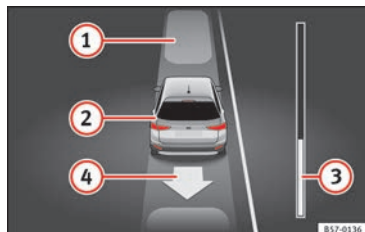

Fig. 214 En la pantalla del cuadro de instrumentos: desaparcar de un hueco en línea.
Legenda de la **fig. 214**:
7.	Retroceda hasta que suene la señal continua del ParkPilot. O BIEN: dé marcha atrás hasta que en la pantalla del cuadro de instrumentos aparezca la indicación de dar marcha adelante. La barra de progreso » fig. 214 ③ indica la distancia que hay que recorrer » pág. 250.